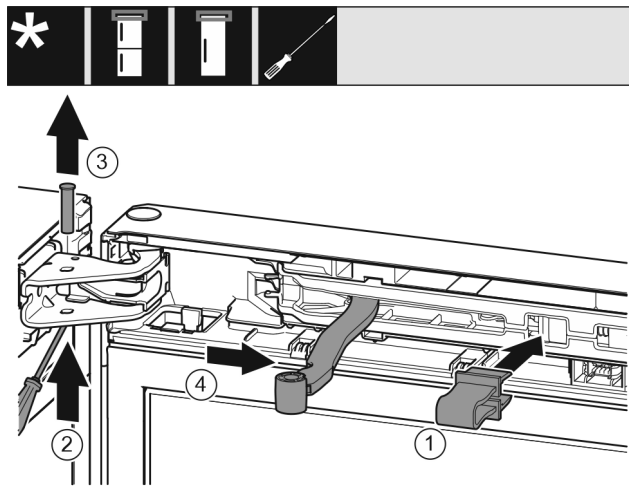

Fig. 9
- ▶ Κουμπώστε την ασφάλεια Fig. 9 (1) στο άνοιγμα.
- ▶ Τραβήξτε έξω τον πείρο Fig. 9 (2).
- ▶ Αφαιρέστε τον πείρο Fig. 9 (3) προς τα επάνω.
- ▶ Περιστρέψτε την άρθρωση Fig. 9 (4) προς την πόρτα.